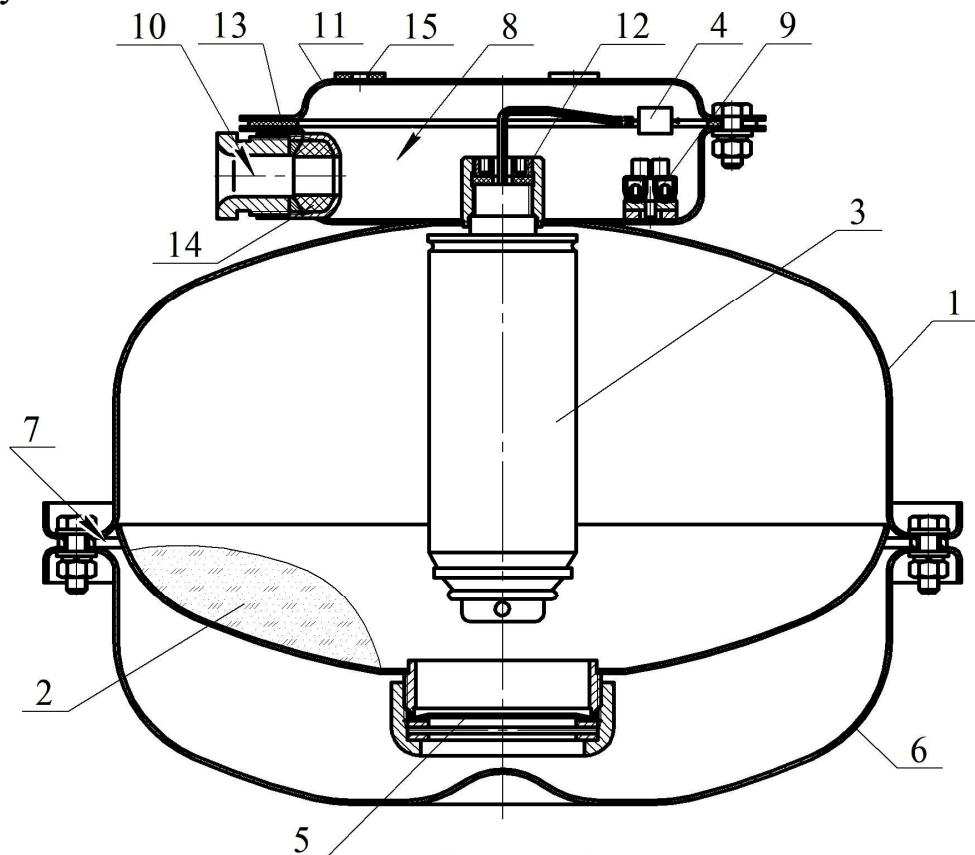

Рисунок 1
1.4.1.1 МПП (см. рисунок 1) состоит из корпуса **1**, в котором размещаются огнетушащий порошок (ОП) **2** и источник холодного газа (ИХГ) **3** с элементом электропусковым **4**. Сопловое отверстие для выхода ОП из корпуса перекрыто мембранией **5**. Со стороны соплового отверстия корпус **1** соединен с отражателем **6**. Насадок-распылитель **7** для выхода ОП представляет щелевой зазор между корпусом **1** отражателем **6**.
После подачи электрического импульса на выводы элемента электропускового **4 ИХГ 3** (см. рисунок 1) генерирует газ, который вспушивает ОП **2** и создает давление внутри корпуса МПП для вскрытия мембранны **5** и выброса через насадок-распылитель **7** струи ОП в зону горения.
2.1.3 Через резиновые прокладки 15 (см. рисунок 1) закрепить кронштейн 11 (см. рисунок 1) на потолке, стене, полу или иной несущей поверхности. Координаты отверстий в кронштейне, предназначенном для крепления МПП, показаны на рисунке 3.
2.1.4 Через резиновую прокладку **13** (см. рисунок 1) состыковать МПП с кронштейном и закрепить соединение гайками.